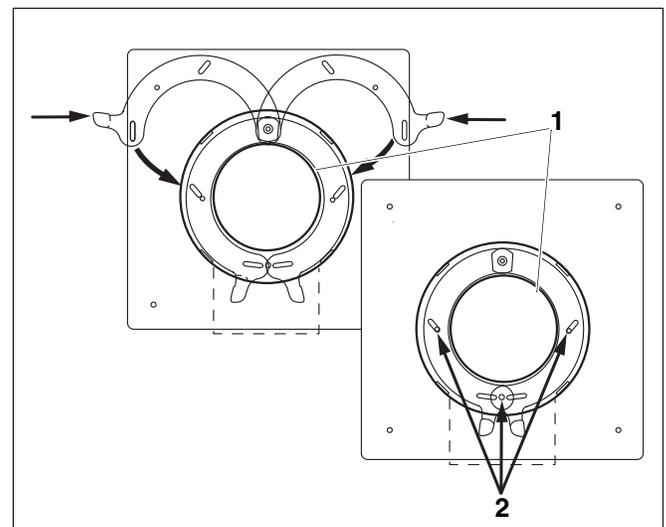

Fig. 15 Brides de sécurité
- Fixer la conduite des fumées à l'aide des deux colliers sur le passage mural. Tourner les colliers vers le bas et fixer à l'aide des vis de sécurité (→ fig. 15).
- Étanchéifier la fente (→ fig. 15) à l'aide de silicone.